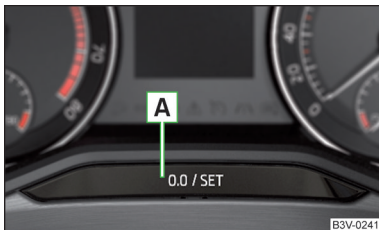

Abb. 26
- Die Taste **A** » Abb. 26 auf Seite 33 antippen.
- Die Taste **A** » Abb. 26 drücken und gedrückt halten, bis im Display der Menüpunkt **Uhrzeit** angezeigt wird.